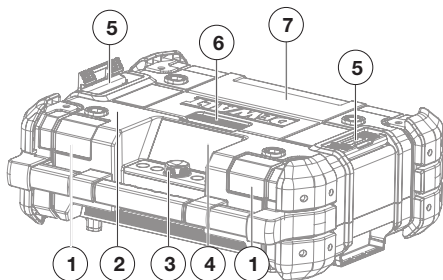
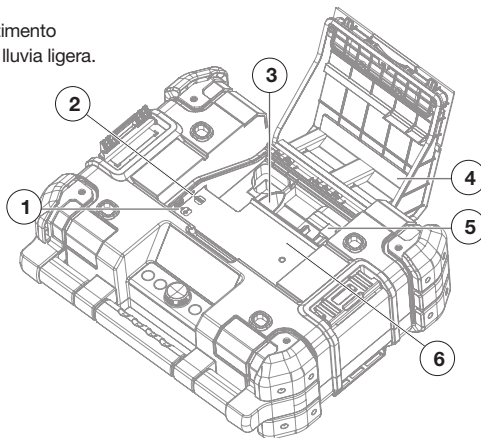

Figura 1. Vista frontal
Figura 3. Compartimento de almacenaje
- Abra el compartimento superior para sacar el adaptador de corriente de CA/CC (vea la Figura 1 y la Figura 3).